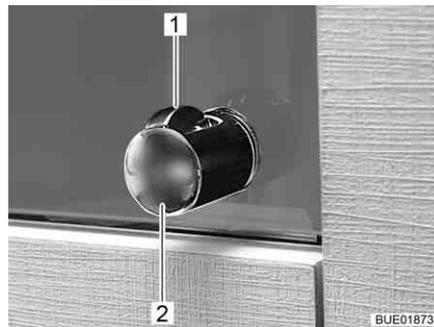

Fig. 40 Maniglia con bottone di sbloccaggio
- Premere il bottone di sbloccaggio (Fig. 40,1) e mantenerlo premuto.
- Tirare la maniglia (Fig. 40,2) finché lo sportello del mobile non si apre.